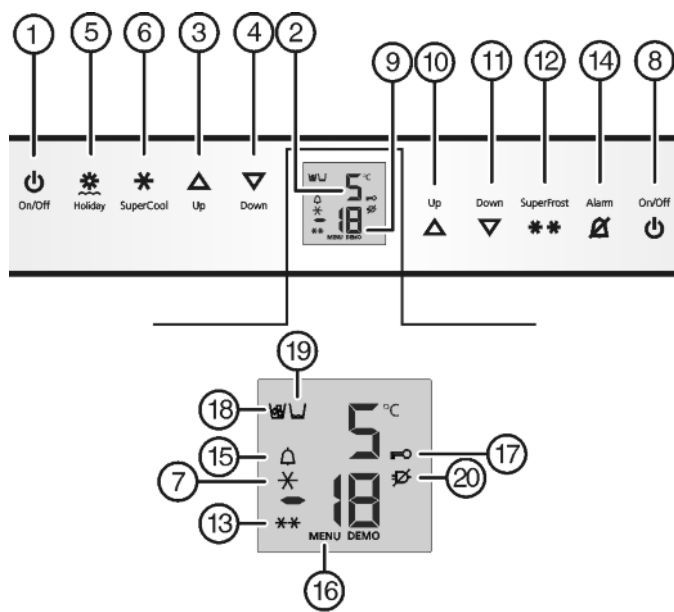

Fig. 2
- Appuyer sur la touche On/Off du congélateur Fig. 2 (8).
- Appuyer sur la touche On/Off du réfrigérateur Fig. 2 (1).
- Activer le mode de réglage : appuyer env. 5 sec. sur la touche SuperFrost Fig. 2 (12).
- ▷ Le symbole Menu Fig. 2 (16) est allumé.
- Confirmer : appuyer brièvement sur la touche SuperFrost Fig. 2 (12).
- Appuyer brièvement sur la touche SuperFrost Fig. 2 (12) pour activer la sécurité enfants.
- ▷ Le symbole Sécurité enfants Fig. 2 (17) est allumé. L'affichage **c** clignote.
- ▶ appuyer brièvement sur la touche SuperFrost Fig. 2 (12) pour désactiver la sécurité enfants.
- ▷ Le symbole Sécurité enfants Fig. 2 (17) s'éteint. L'affichage **c** clignote.
- ▶ Désactiver le mode de réglage : appuyer sur la touche On/Off du congélateur Fig. 2 (8).
- ▶ Appuyer sur la touche Alarme Fig. 2 (14).
L'affichage de la température clignote en même temps que le symbole Alarme Fig. 2 (15).
L'avertisseur sonore s'éteint automatiquement et le symbole Alarme Fig. 2 (15) et l'affichage de température arrêtent de clignoter lorsque la température est de nouveau suffisamment froide.